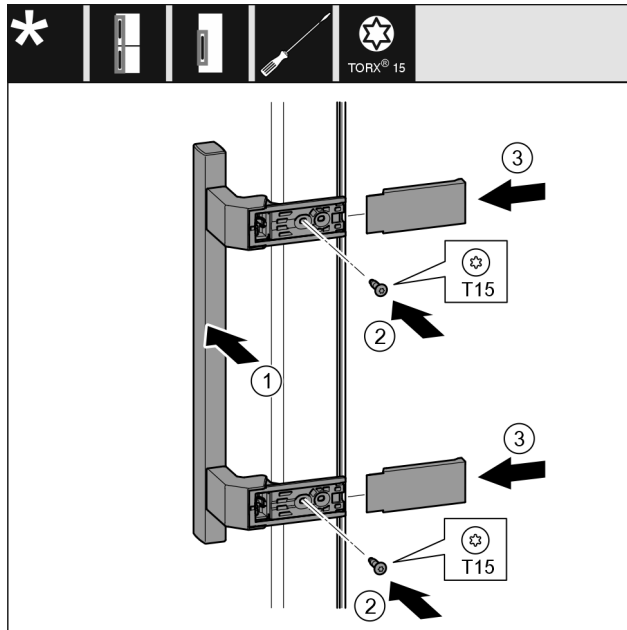

Fig. 36
- Aplicați mânerul Fig. 36 (1) pe partea opusă.
- Înșurubați ferm șuruburile Fig. 36 (2) cu șurubelnița.
- Aplicați și împingeți capacele Fig. 36 (3) laterale.